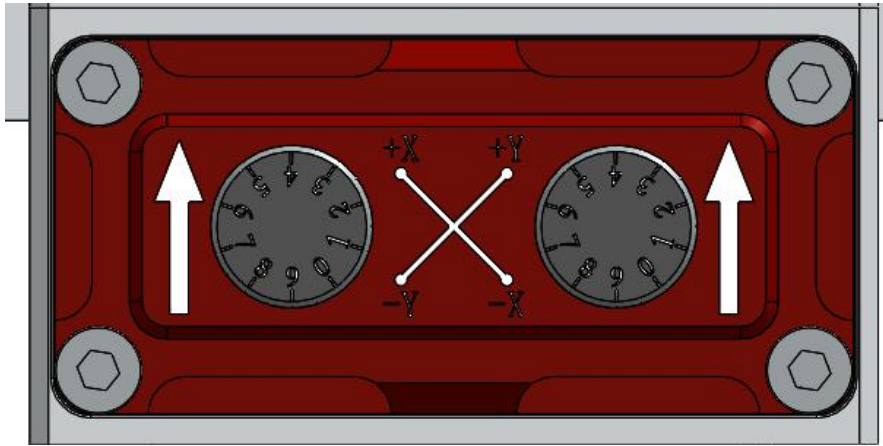

图3.5
- ① 如下图3.5所示，使用内六角扳手松掉 4 颗 M4×16 的内六角防脱螺钉，取出聚焦镜座。